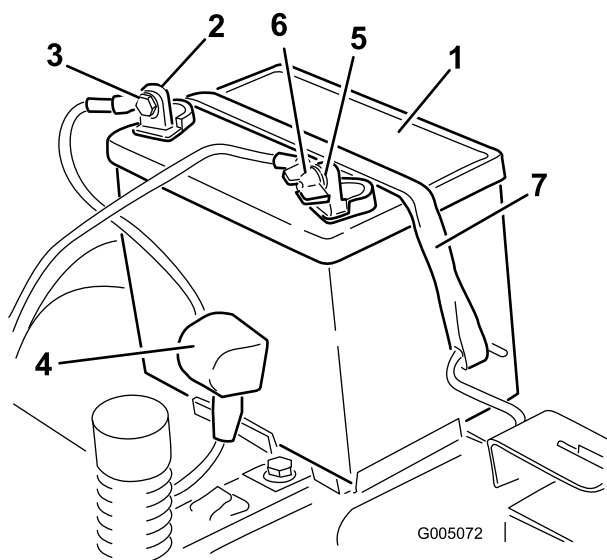

Figure 38
4. Débranchez le câble négatif (noir) de mise à la masse de la borne de la batterie (Figure 38). Conservez toutes les fixations.
5. Repoussez le capuchon en caoutchouc sur le câble positif (rouge). Débranchez le câble positif (rouge) de la borne de la batterie (Figure 38). Conservez toutes les fixations.
6. Déposez la barrette de maintien de la batterie (Figure 38) et soulevez la batterie de son support.
1. Placez la batterie dans son support (Figure 38).
5. Fixez la batterie en place à l'aide de la barrette de maintien (Figure 38).